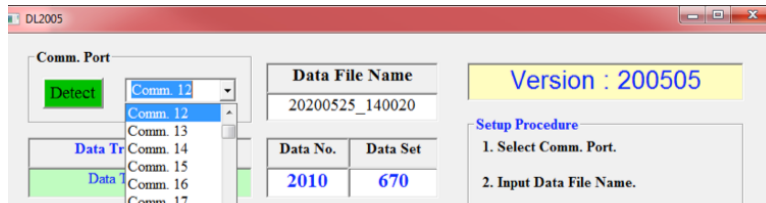

Figure 1
3. Sélectionnez le port COMM approprié comme illustré sur la Figure 1.